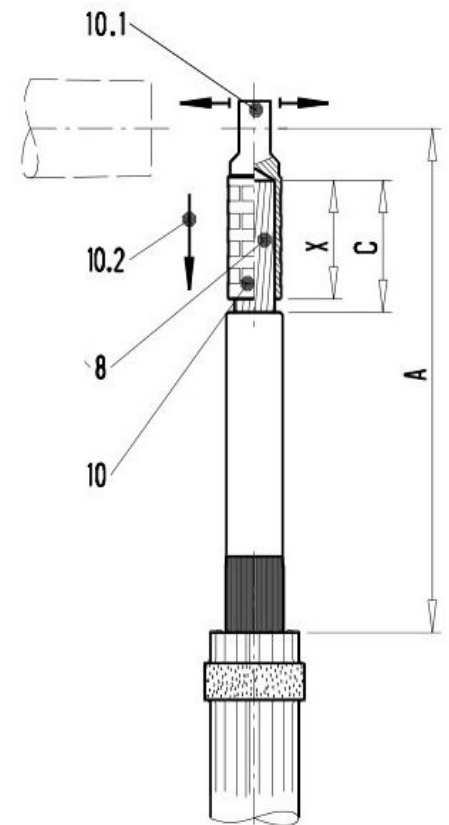

FIGURA 4
3- Cortar a camada de isolamento (7) na medida "C" como indicado na FIGURA 4 com cuidado para não danificar os fios condutores (8) na medida "X"+ 4 . Quebrar o canto no local do corte.
- 2- Preisar o TERMINAL DE CABO (10) na sequência indicada como 10.2 na FIGURA 4.